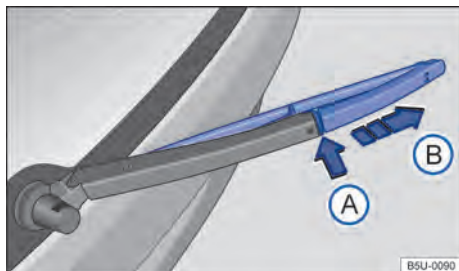

Fig. 174 Substituir a palheta do limpador do vidro traseiro.
- Manter a tecla de destravamento → Fig. 174 **(A)** pressionada e, ao mesmo tempo, retirar a palheta dos limpadores do para-brisa no sentido da seta. ▶